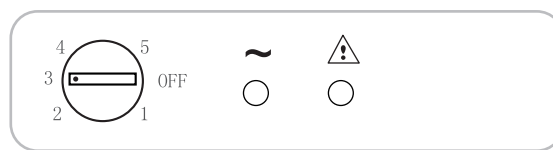

Fig. 1
- La regolazione della temperatura per entrambi i compartimenti si effettua ruotando la manopola del termostato (Fig. 1). Selezionare la posizione desiderata: